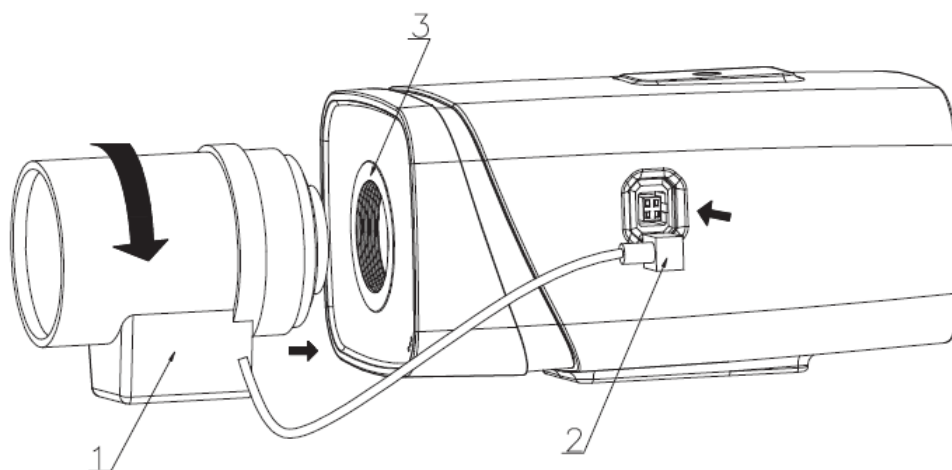

Рисунок 2
1. Присоедините объектив в соответствующее гнездо, предварительно сняв колпачок защиты матрицы видеокамеры. Поверните объектив по часовой стрелке для надежного закрепления (рис.2).